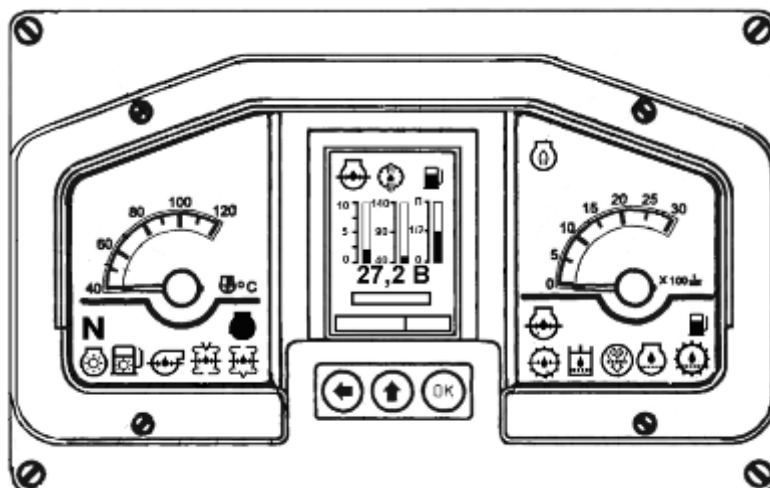

Рис. 6.
3.1. Ввод в кабину трактора панели приборной ПП-01(рис. 6), предназначенной для контроля работы агрегатов и систем трактора.